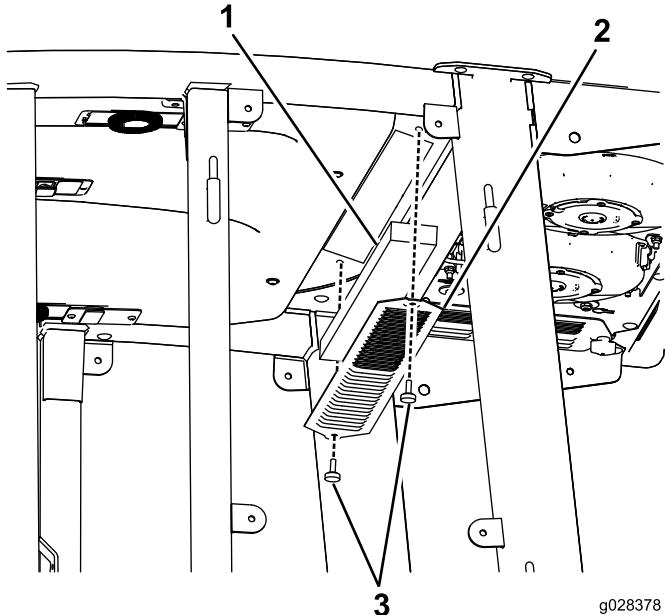
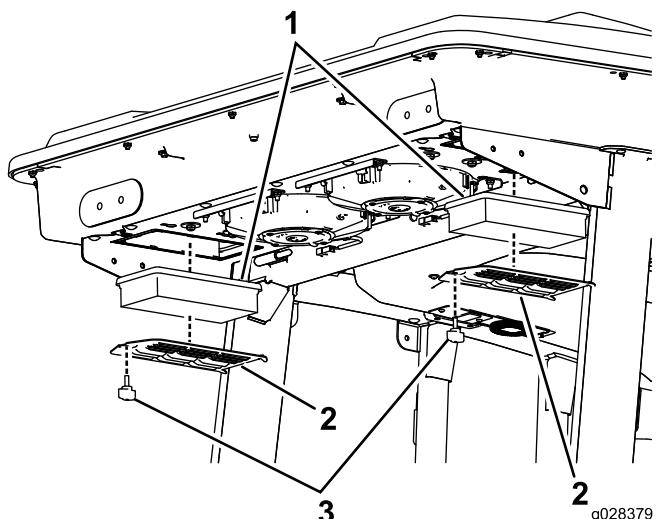
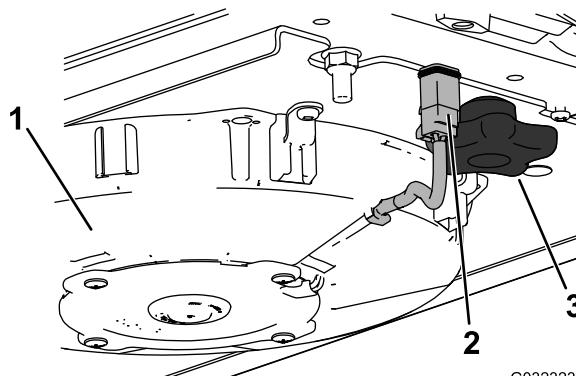
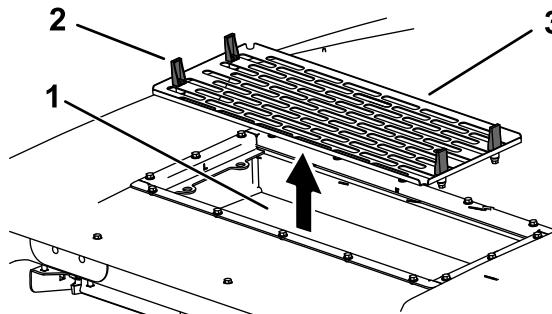

Figura 102
Figura 103
Figura 104
Figura 105
1. Retire los tornillos y las rejillas del filtro que está en el interior de la cabina y del filtro que está detrás de la cabina (Figura 102 y Figura 103).
5. Retire los filtros de aire (ver Figura 103).
7. Instale los filtros de aire, la rejilla y el conjunto de ventilador (Figura 103, Figura 105 y Figura 104).
8. Conecte el cable de cada ventilador (Figura 104).